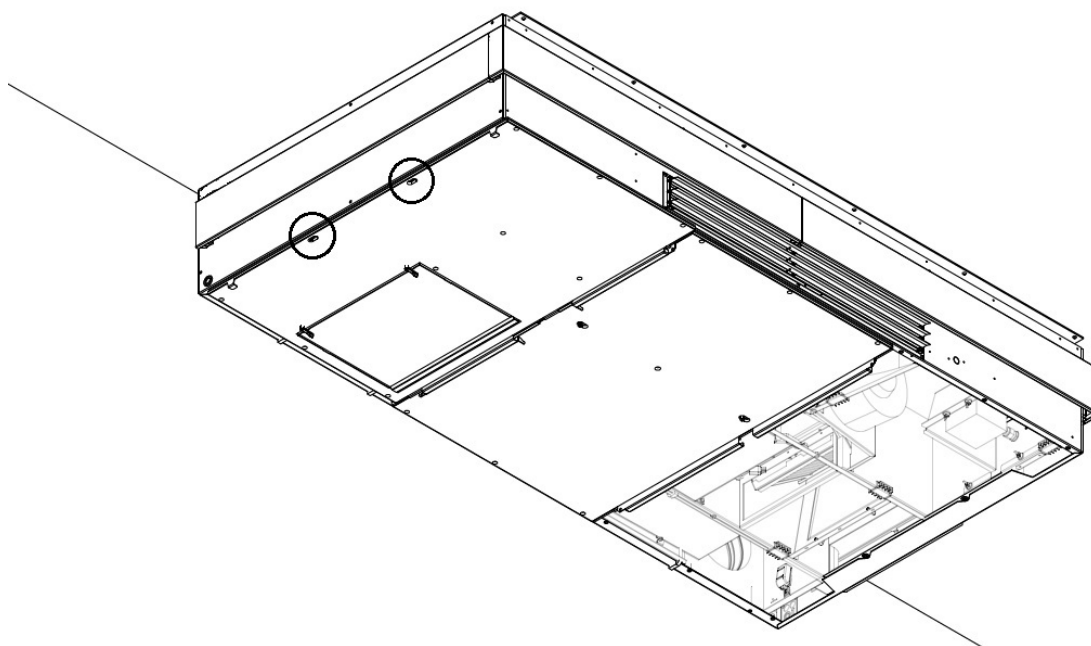
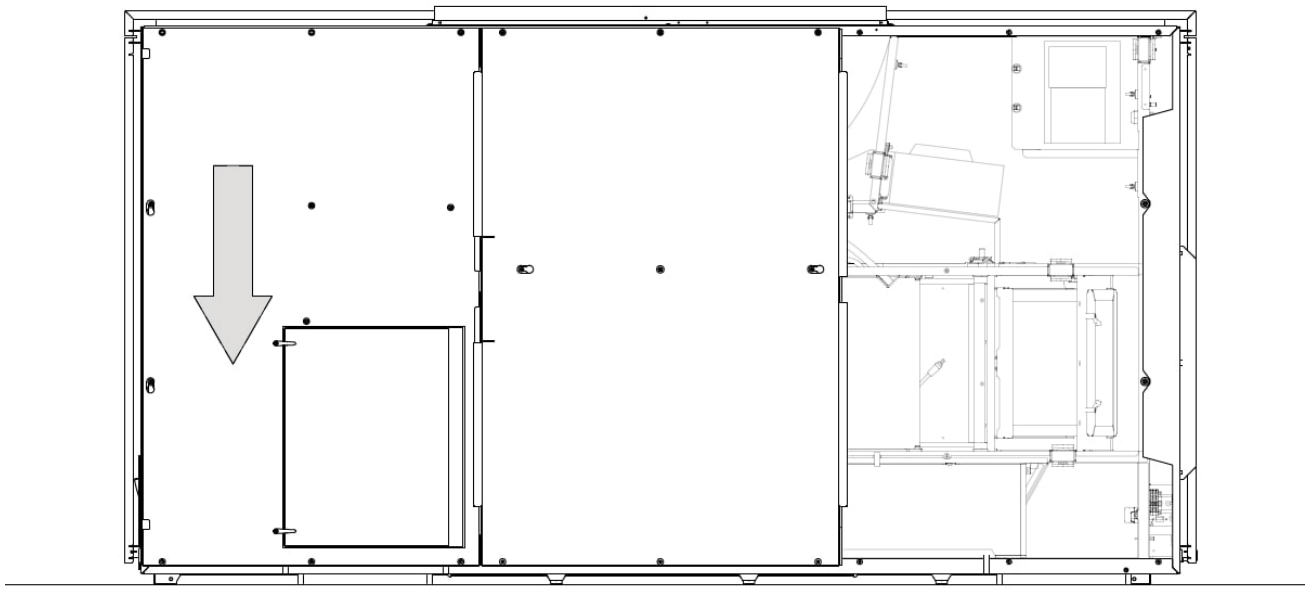

Figur 38: Løfte venstre sideplate opp på hengslene
Figur 39: Hengslene til filterluka må være lukket
6. Løft venstre sideplate opp og inn på hengslene til den midtre stålplaten, se Figur 38 nedenfor. Kontroller at hengslene til filterluka er lukket, før du løfter stålplaten, se Figur 39.